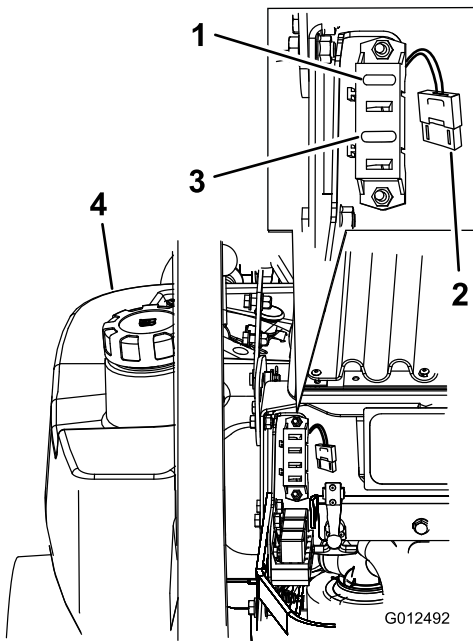

Figure 53
- Déverrouillez et soulevez le capot pour accéder au porte-fusibles (Figure 53).
- Remplacez le fusible (Figure 53).